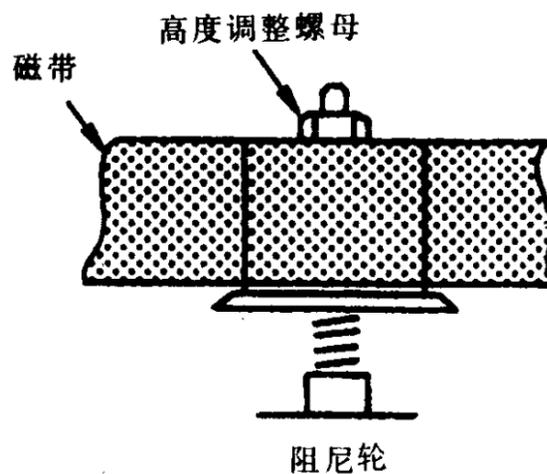

图 2-4
6. 如果发现磁带卷曲或折皱，应首先调整导带柱和阻尼轮。此时应在重放和倒带两种状态下调整阻尼轮，使磁带的运行状况如图2-4所示。